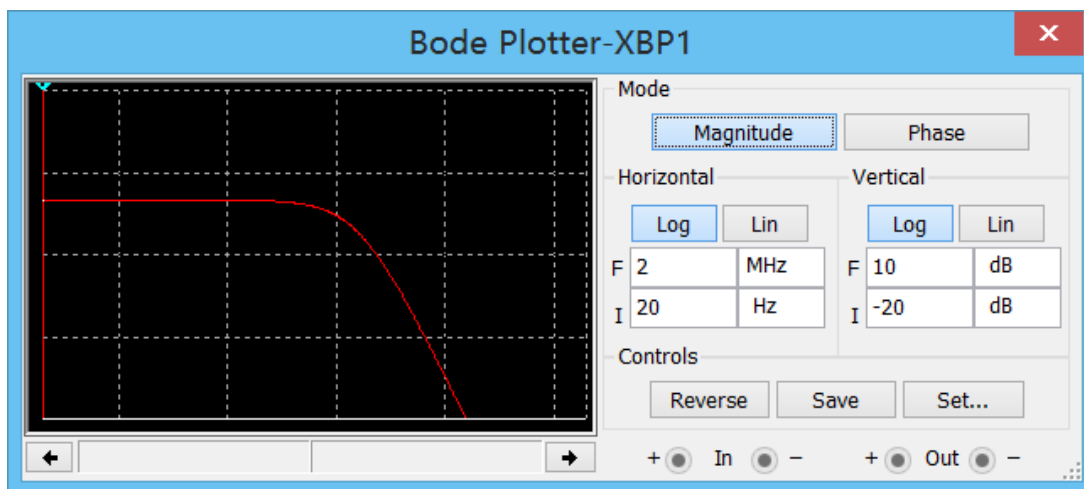

图 5.6 幅频特性的测试
- **Magnitude 按钮：**设定左边显示屏内显示频率与振幅的关系，即幅频特性，如图 5.6 所示。